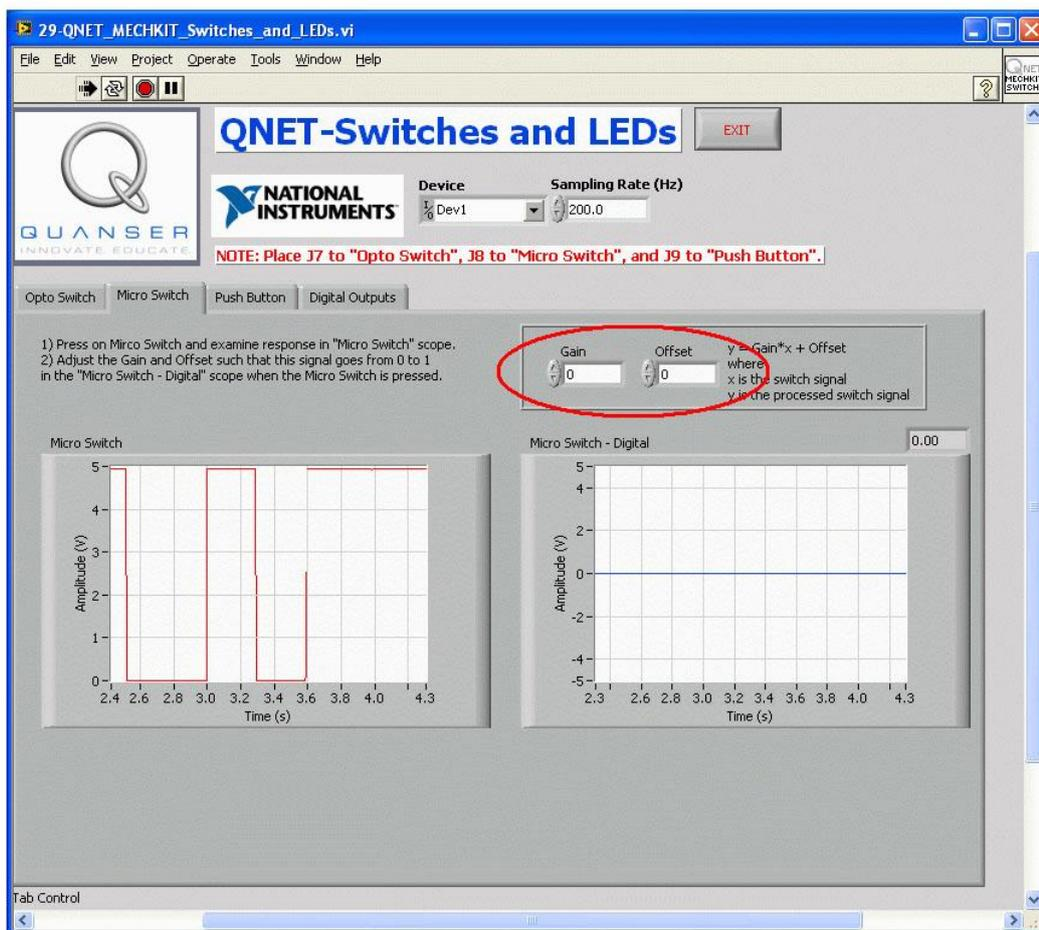

Рис. 56. Калибровка микровыключателя
3. Настройте элементы управления *Gain* и *Offset* (рисунок 56) так, чтобы при нажатии на микровыключатель сигнал на индикаторе *Micro Switch – Digital* переходил от уровня 0 к уровню 1.